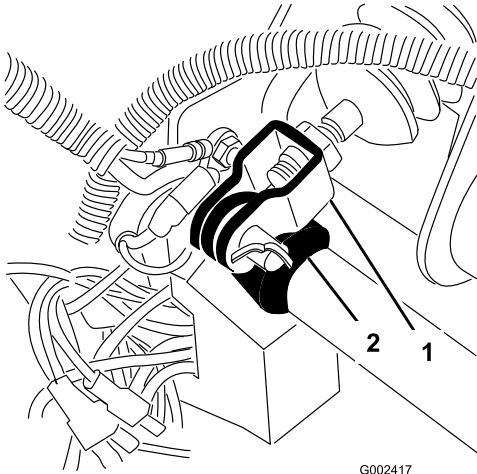

図 68
1. マスター・シリンダ・ヨークをブレーキ・ペダルのピボットに固定しているコッター・ピンとクレビス・ピンを取る (図 68)。
3. ヨークをマスター・シリンダ・シャフトに固定しているジャムナットをゆるめる (図 68)。